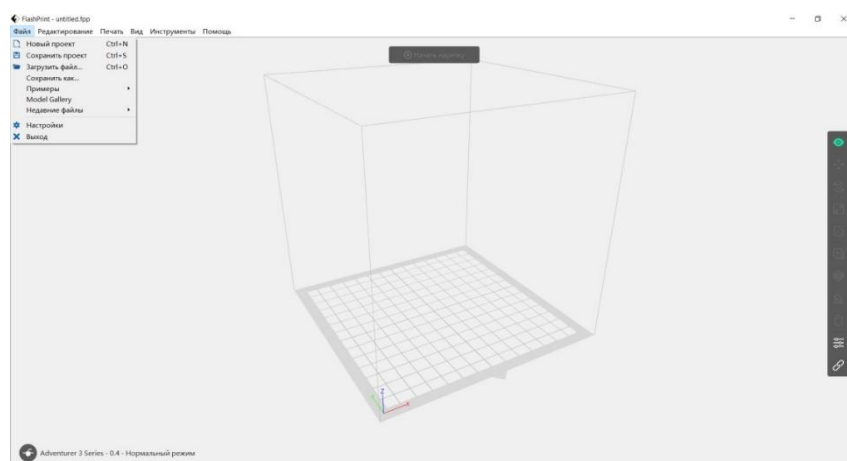

Рис.4. Загрузка файла в программу «FlashPrint 5».
1. Открыть программу «FlashPrint 5» (рис.4).